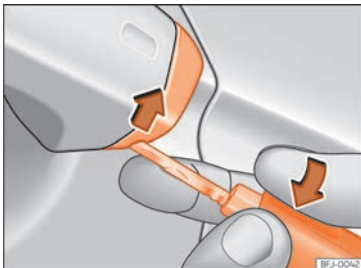

Abb. 7 Fahrertürgriff: Abdeckkappe abhebeln.
- Den Schlüsselbart am Fahrertürgriff in die untere Öffnung der Abdeckkappe stecken »» **Abb. 7** und die Abdeckkappe von unten nach oben anheben.